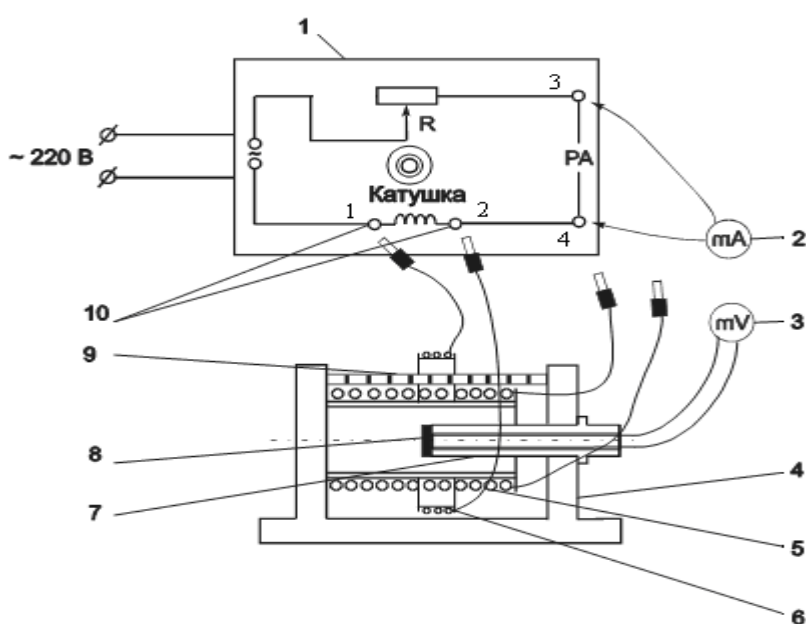

Рис. 2
Схема установки приведена на рис. 2. В состав установки входят:
Установка состоит (см. рис. 2) из лабораторного модуля 1, амперметра 2, милливольтметра 3 и каркасного элемента 4. В качестве измерительных приборов используются мультиметры.
2. Согласно рис. 2. кабель с выхода соленоида подключить к гнездам 1, 2 лабораторного модуля.
3. Согласно рис. 2. мультиметр «РА» (амперметр) подключить к гнездам 3, 4 лабораторного модуля.
4. Согласно рис. 2. кабель с выхода штока соленоида подключить к мультиметру «РV» (милливольтметру).